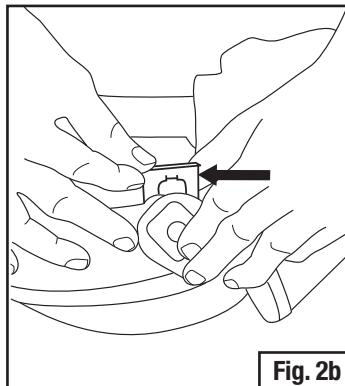

Fig. 2b
- Alinhe o suporte do visor sobre as ranhuras de fixação e deslize os grampos de mola metálicos no lugar. Com o suporte do visor e as placas traseira encaixados, o suporte do visor deve estar na posição totalmente aberta ou totalmente fechada antes da instalação da mola (Fig. 2b).